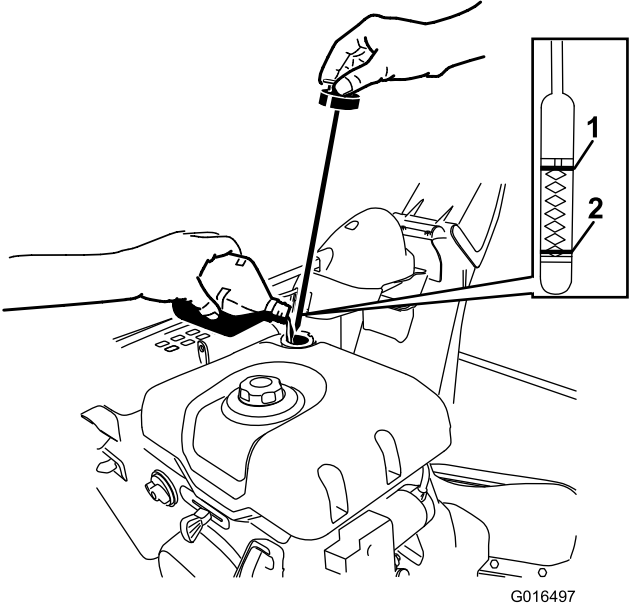

Figure 20
1. Retirez la jauge en dévissant le bouchon dans le sens antihoraire et versez de l'huile **lentement** dans le goulot de remplissage pour faire monter le niveau de liquide jusqu'au repère du plein (Full) sur la jauge. **Ne remplissez pas excessivement**(Figure 20).